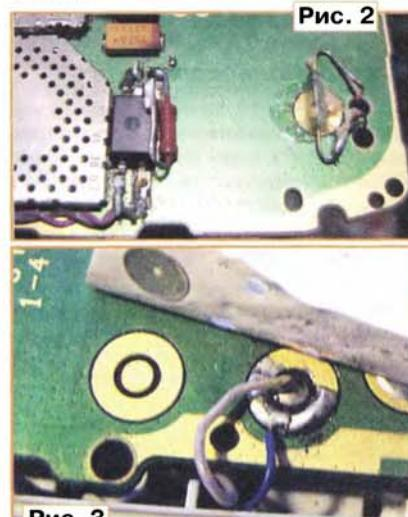

Рис. 3
щем диоде при прямом токе 20 мА) — 1,2 В, максимально допустимый входной ток (I) — 50 мА (в импульсе — до 1 А), максимально допустимый выходной ток (ток коллектора транзистора оптраны) — 50 мА, габариты корпуса 6,5x4,6x3,5 мм. Аналоги PC817 — K1010, H11A817 и LTV817. Возможно использование и малогабаритных отечественных оптранов. Для уменьшения входного тока используют токоограничивающий резистор $R1$, сопротивление которого рассчитывают по формуле $R1 = (E - U)/I$. Например, при минимальном входном токе оптрана $I = 3$ мА сопротивление резистора $R1 = (4-1,2)/3 \cdot 10^{-3} = 933$ Ом (поскольку такого номинала нет, выбираем ближайший стандартный 910 Ом). Поместить оптран можно на место, где находился колокол. К освободившимся контактам колокола через резистор $R1$ (МЛТ, С2-33 с рассеиваемой мощностью 0,125 или 0,25 Вт) с соблюдением полярности подключают выводы 1 и 2 оптрана (рис. 2), а его выводы 3 и 4 соединяют двумя тонкими гибкими проводами с контактами клавиши вызова (рис. 3). Закрепляют оптран и соединительные провода kleem "Момент" или лаком, например, НЦ-218.